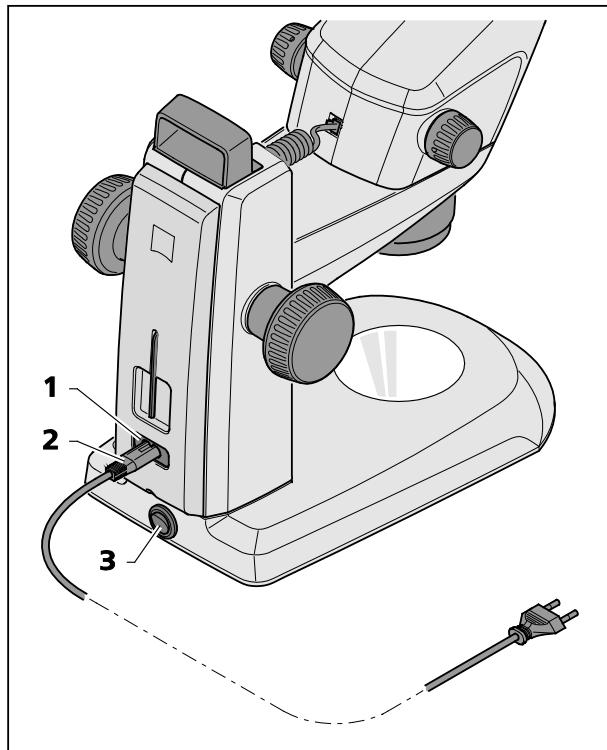

Fig. 17 Allacciare il microscopio stereoscopico
- Inserire il cavo di rete (Fig. 17/2) nella presa di allacciamento alla rete elettrica (Fig. 17/1) dello stativo.
- Collegare il cavo di rete (Fig. 17/2) a una presa di corrente.
- Accendere o spegnere il microscopio mediante l'interruttore di rete (Fig. 17/3).